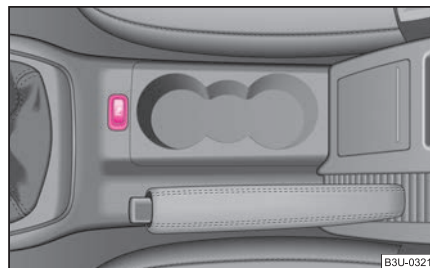

Abb. 119 Aktivieren der Einparkhilfe
Die Einparkhilfe wird bei eingeschalteter Zündung beim Einlegen des **Rückwärtsgangs** oder durch Drücken der Taste ⇒ Seite 106, Abb. 119 aktiviert - in der Taste leuchtet das Symbol **P** mit einem Dreieck. Die Aktivierung wird durch einen kurzen Quittierton bestätigt.
Die Einparkhilfe wird nach Drücken der Taste **P** mit einem Dreieck ⇒ Seite 106, Abb. 119 oder bei einer Geschwindigkeit über 15 km/h deaktiviert - das Symbol **P** mit einem Dreieck in der Taste erlischt.
- Wenn nach Aktivierung des Systems etwa 3 Sekunden lang ein Warnton ertönt und sich in Fahrzeugnähe kein Hindernis befindet, liegt ein Systemfehler vor. Der Fehler wird zusätzlich durch das Blinken des Symbols **P** mit einem Dreieck in der Taste ⇒ Seite 106, Abb. 119 signalisiert. Lassen Sie den Fehler von einem Fachbetrieb beheben.